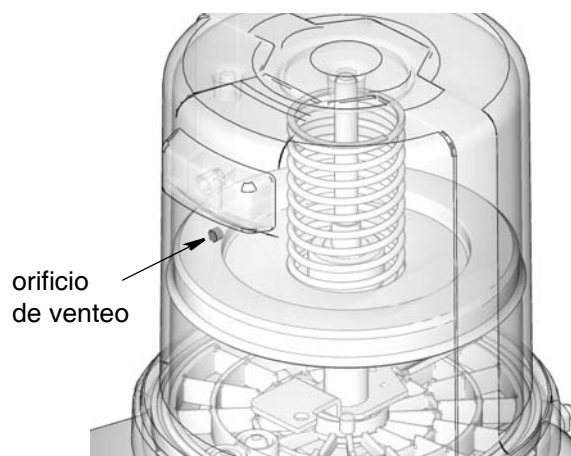

FIG. 16
3. Llene el depósito con grasa hasta que el sello del plato seguidor sobrepase el orificio de venteo (FIG. 16) y se haya expulsado la mayor parte de aire del depósito.